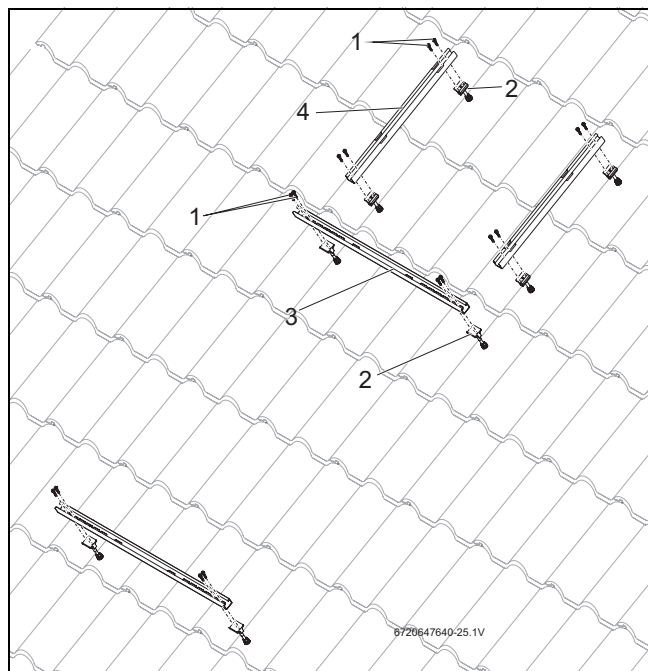

Fig. 33 Fixer le rail profilé-capteur à l'écrou-cage
- ▶ Fixer les rails profilés-capteur (→ fig. 33, [3]) à l'aide de deux vis [1] à l'écrou-cage [2] en commençant dans le trou long extérieur.
- ▶ Fixer les rails profilés-ballon (→ fig. 33, [4]) à l'aide de deux vis à l'écrou-cage en commençant dans le trou long inférieur.